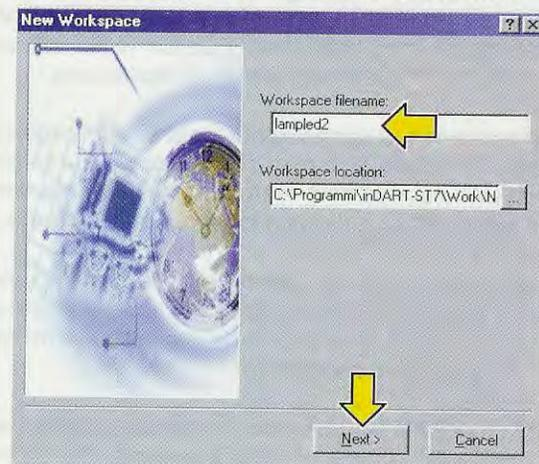

Fig.5 Nella casella sotto la scritta **Workspace filename** digitate il nome **lamped2** senza aggiungere alcuna estensione. Per proseguire cliccate su **Next**.
**Fig.5** Sulla confezione dei CD-R Audio è sempre indicata la durata di registrazione, quindi se trovate 74 oppure 80 significa che la registrazione dura 74 oppure 80 minuti. La scritta CD-RW indica che si tratta di dischi riscrivibili.
Fig.7 Nella casella **Filename**, il programma **Indart** vi propone in automatico, partendo dal **nome** che voi avete assegnato al progetto (vedi la finestra **New Workspace** in fig.5), il **nome** del **programma** in formato **e-seguibile**, cioè il nome del file dopo la compilazione. Noi vi consigliamo vivamente di mantenere, almeno per i primi tempi, questa caratteristica per non incorrere in errore. Nel nostro caso dunque, il nome suggerito è **lampled2.elf**. L'estensione **.elf** (**Executable Linkable Format**) viene sempre proposta quando si impostano i dati di un nuovo progetto.